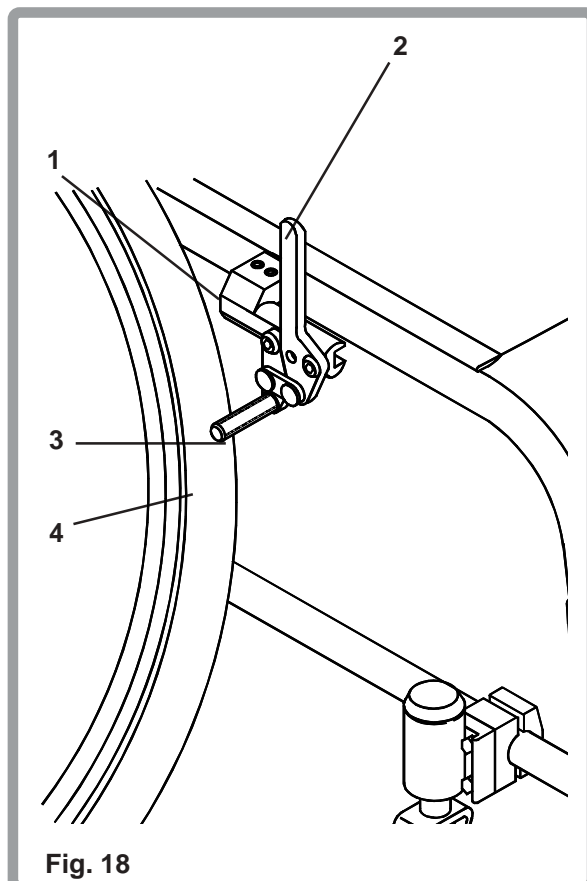

Fig. 18
Le frein (Fig. 18) se monte sur un système de serrage (1) et est correctement réglé avant de quitter l'usine. Pour freiner, tirer le levier (2) vers l'avant jusqu'à ce qu'il passe par dessus le centre et que la barre (3) s'enfonce dans le pneu (4).